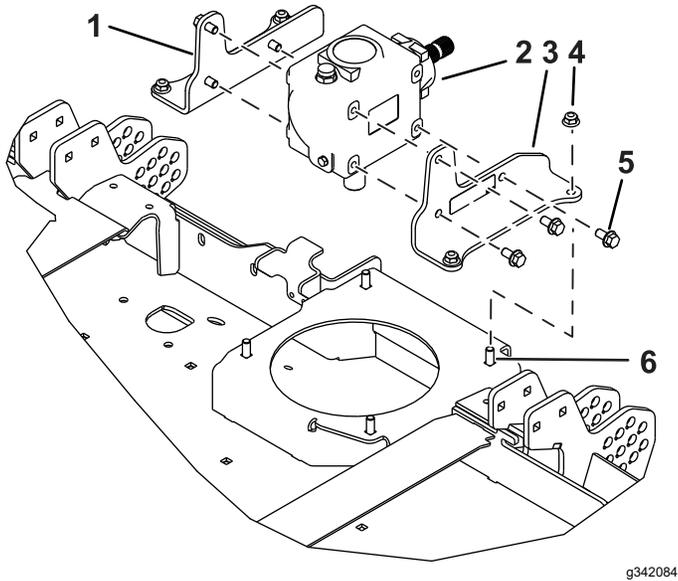

Figura 3
6. Instale los soportes nuevos en los lados de la caja de engranajes con 6 pernos nuevos ($\frac{3}{8}$ " x $\frac{3}{4}$ "); consulte la Figura 3.
7. Instale los soportes en la carcasa de corte con los pernos de cuello cuadrado y las tuercas que retiró anteriormente (Figura 3).